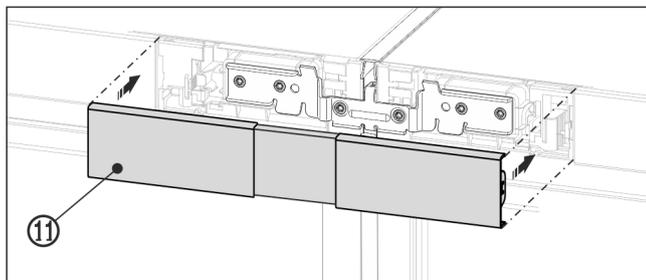

Fig. 23 Representación a modo de ejemplo
- ▶ Encaje la cubierta Fig. 23 (11) superior en el espacio todavía abierto que hay entre los dos paneles de mando. Al hacerlo, preste atención a que las caras exteriores de la cubierta queden a ras de los paneles de mando.